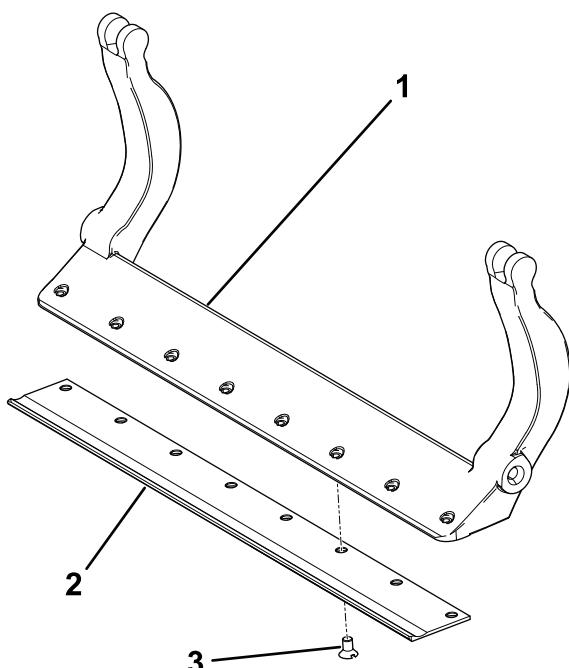

Рисунок 34
- A. Затяните 2 наружных винта с моментом 1 Н·м; см. Рисунок 34.
B. Затяните винты с моментом 23 до 28 Н·м, начиная от середины неподвижного ножа; см. Рисунок 34